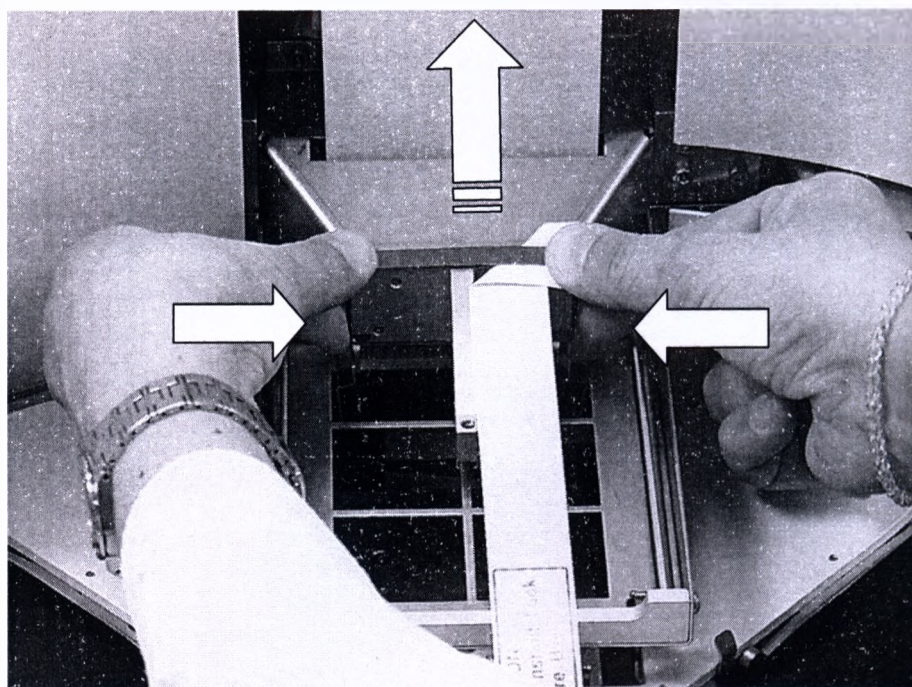

Рис. 5.2 Снятие транспортировочного фиксатора держателя гребенки наконечников (А)
1. Для удаления транспортировочного фиксатора держателя гребенки наконечников следует взяться за фиксатор и нажать на обе его стороны, как показано на Рис. 5.2, чтобы освободить оба конца фиксатора. Одновременно удерживая фиксатор и держатель наконечников, постепенно переместить держатель вверх.